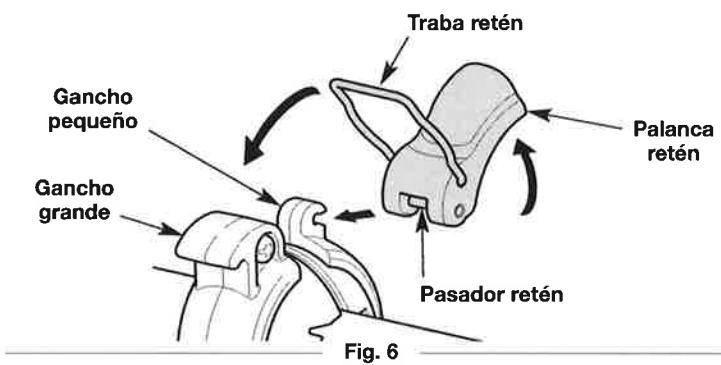

Fig. 6
- Empuje el pasador retén por completo en el gancho pequeño de la manija (Fig. 6). Levante la palanca retén y empújela hacia el gancho grande (Fig. 6). Deslice la traba retén sobre el gancho grande (Fig. 6).